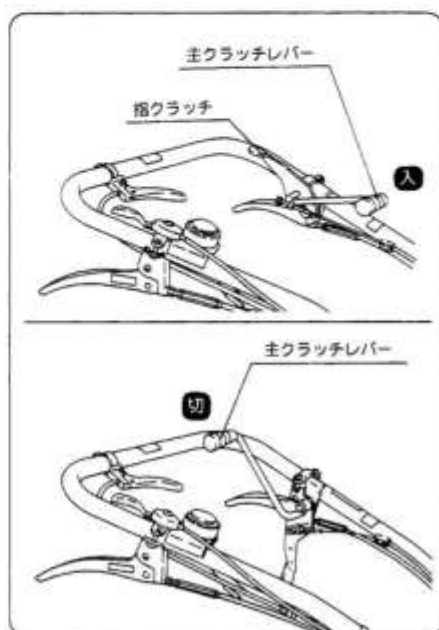

図20
- ① 主クラッチレバーを前に押すとクラッチが入り手前に引くとクラッチが切れます。(図20)